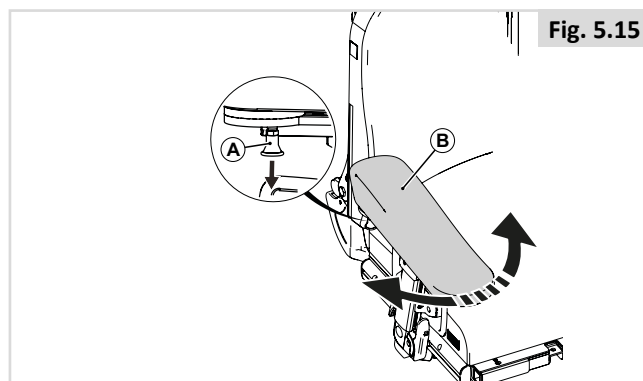

Fig. 5.15
5.9 Accoudoir pour personne hémiplegique (Fig. 5.15)